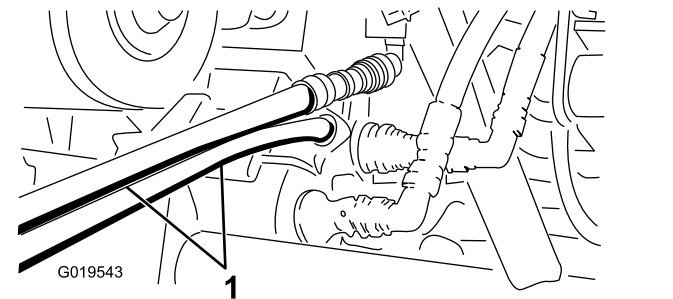

Figure 75
5. Sur l'autre machine, branchez les 2 flexibles sur le raccord restant dans le support (branchez le flexible supérieur sur le raccord supérieur et le flexible inférieur sur le raccord inférieur) (Figure 75).